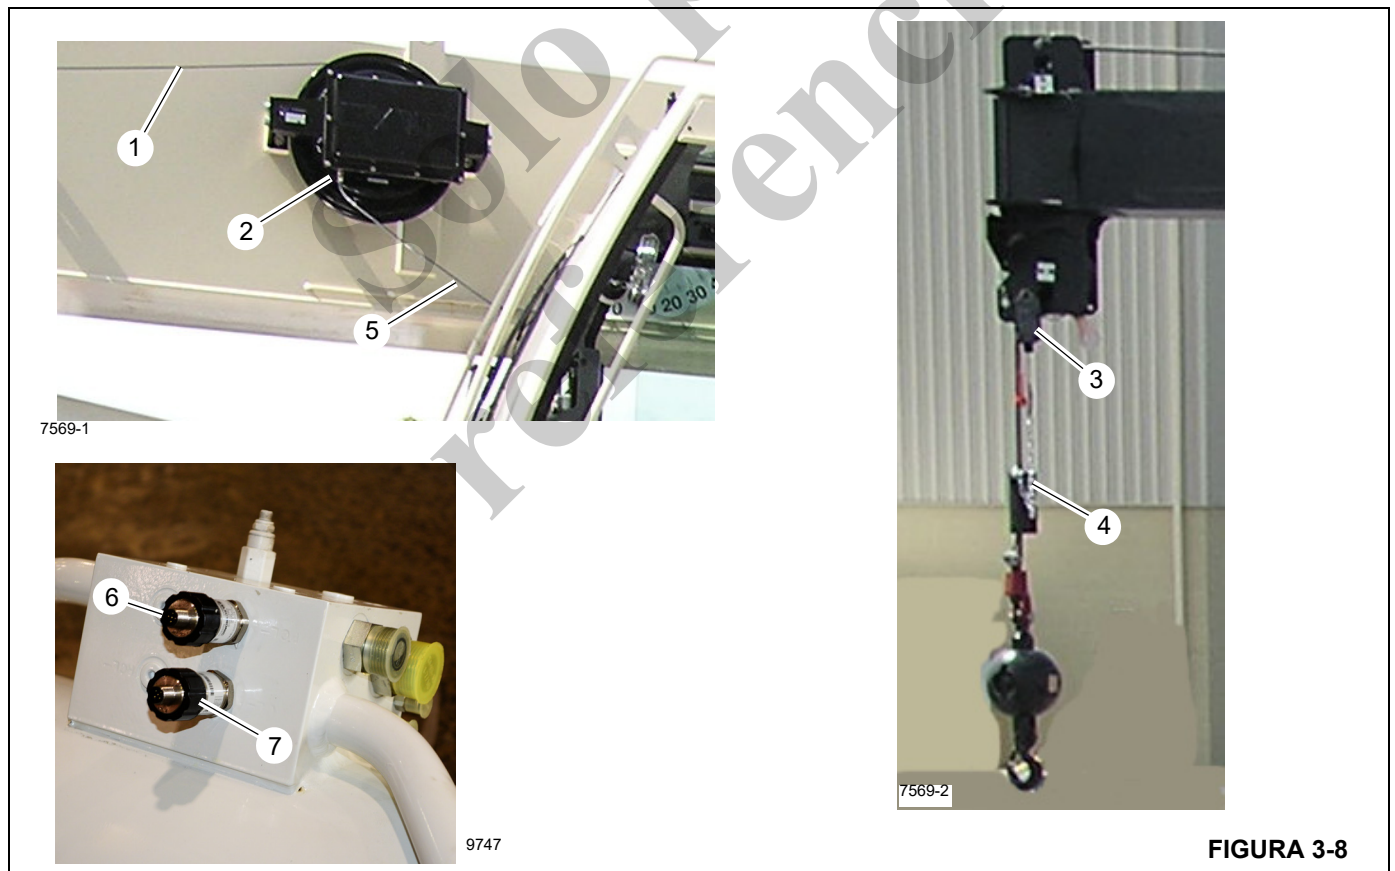

FIGURA 3-8
El cable A2B de la pluma (1, Figura 3-8) pasa del carrete A2B a través de la pluma y llega al conjunto del interruptor A2B (3). El cable de conjunto de interruptor de A2B se conecta al peso de prevención del contacto entre bloques.